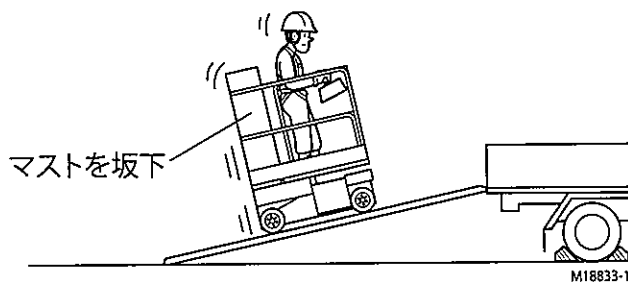

図 1-6
- 傾斜地を走行する場合は、傾斜に対して本機を図 1-6 の向きに合わせ、ゆっくりと慎重に走行してください。傾斜地では、路面状況によりスリップする場合がありますので注意してください。